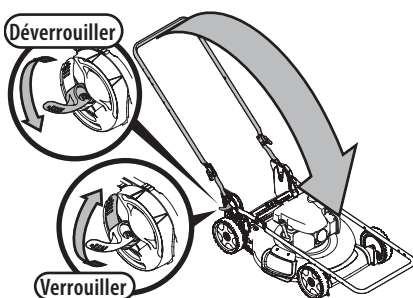

Figure 37
3. Abaissez les deux leviers de réglage pour les déverrouiller. Voir Figure 37.
4. Rabattez le guidon pour ranger la tondeuse. Voir Figure 37. Veillez à ne pas pincer le câble de commande de la lame ou le câble d'entraînement (le cas échéant) lorsque vous abaissez le guidon.
5. Relevez les deux leviers de réglage pour les verrouiller. Voir Figure 37.
2. Pour déplier le guidon, déverrouillez les deux leviers (voir l'encadré de la Figure 37) et suivez les étapes 5 à 8 de la section Guidon rabattable (rangement vertical) à la page 56 du chapitre Assemblage.